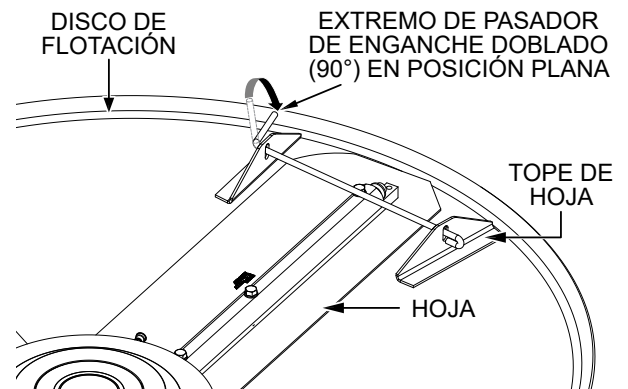

Figura 57. Colocación de los pasadores de enganche
4. Después de haberse introducido por los agujeros de los topes de la hoja, gire cada pasador de enganche de modo que el extremo doblado aproximadamente 90 grados esté plano sobre la superficie del disco de flotación. Vea la Figura 57.